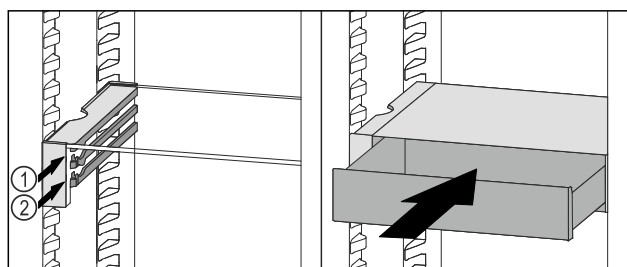

Fig. 66
- Plasser VarioSafe-skuffen bak stopperne på ønsket rille Fig. 66 (1) eller Fig. 66 (2).